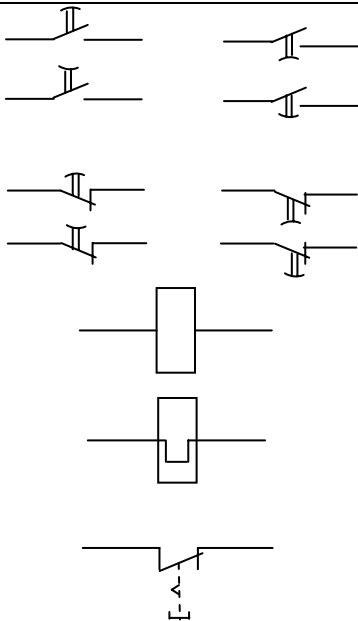

Рисунок 3.16
- 1) рисунок 3.16 – схема управления и защиты от перегрузок и коротких замыканий реверсивного асинхронного двигателя с короткозамкнутой обмоткой ротора с ограничением пути перемещения элемента приводного механизма [5, с.504];